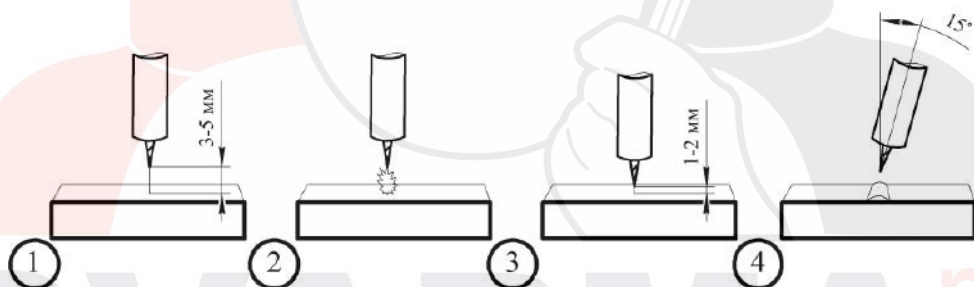

Рис.7.7.1. Высокочастотный поджиг дуги.
Высокочастотный поджиг (HF) позволяет зажечь TIG дугу без касания к изделию. Основное преимущество в том, что при зажигании дуги в основном металле не остается вольфрамовых включений (См. рис. 7.7.1).